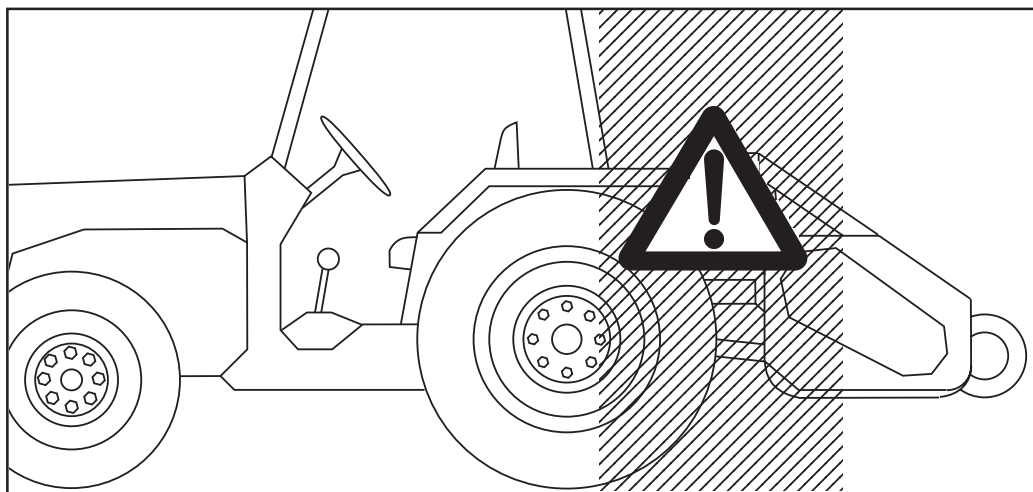

Fig. 7
- 24) È assolutamente vietato interporci tra il trattore e la macchina (Fig. 7) con motore acceso e cardano inserito nonché senza aver azionato il freno di stazionamento ed aver inserito, sotto le ruote, un ceppo o un sasso di bloccaggio. Mantenersi ad una distanza di sicurezza dalla macchina in lavoro, per possibili lanci di corpi contundenti.
- 28) È assolutamente vietato interporci fra il trattore e l'attacco della macchina per manovrare il comando dall'esterno per il sollevamento (Fig. 7).
- 24) *It is absolutely forbidden to stand between the tractor and the implement (Fig. 7) when the engine is running and the cardan shaft is engaged without having first engaged the hand brake and placed a block or stone under the wheels to prevent them from moving. Keep a safe distance from the shredder at work to avoid being hit by possible flying stones, etc.*
- 28) *It is absolutely forbidden to stand between the tractor and the implement when manoeuvring the lift control from the outside (Fig. 7).*
- 24) Es ist absolut verboten, bei laufendem Motor und eingeschalteter Gelenkwelle zwischen den Schlepper und das Gerät zu treten (Abb. 7). Dazu muß die Feststellbremse gezogen werden und unter die Räder ein Bremskeil oder ein großer Stein gelegt worden sein. Achten Sie bei der Arbeit mit der Häckselmaschine auf den nötigen Sicherheitsabstand aufgrund der Auswurfgefahr stumpfer Gegenstände.